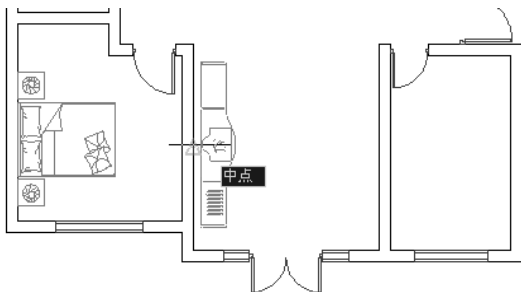

图 17.11 捕捉中点
(12) 单击 **确定** 按钮返回绘图区，捕捉如图 17.11 所示的中点作为插入点，把电视柜与暖气包以图块的形式插入到当前图形内。